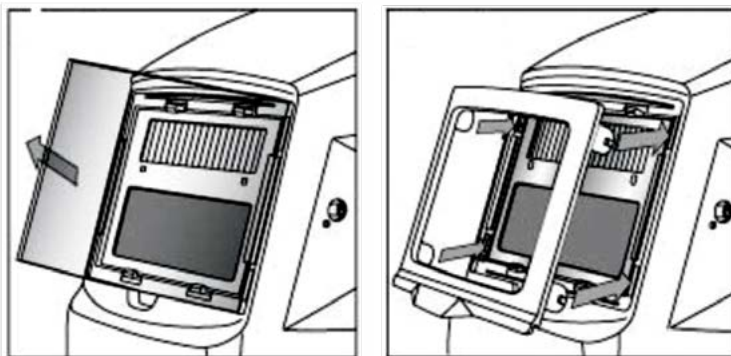

Рис. 6
- Для замены внешней защитной пластины снимите удерживающую рамку. Подденьте ее пальцем с нижней стороны и потяните вверх (рис. 6). Снимите защитную пластину. Подденьте пальцем защитную пластину, используя углубление под нижней кромкой пластины, и потяните ее вверх, чтобы она вышла из паза с одной стороны (рис. 6). Установите новую внешнюю защитную пластину в обратном порядке;